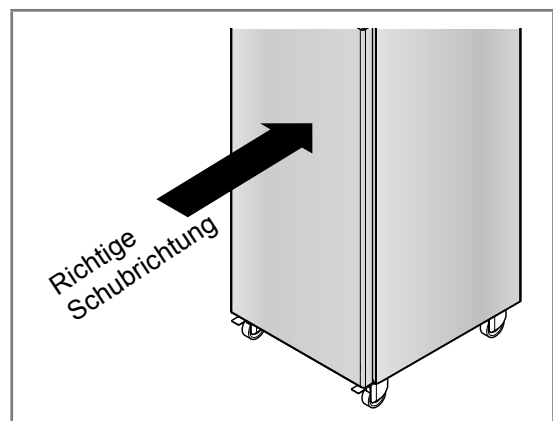

Abb. 3.3 - Transport mit Rädern
- langsam von der Vorderseite her verschieben (Abb. 3.3), damit die Tür während des Versetzens geschlossen bleibt;